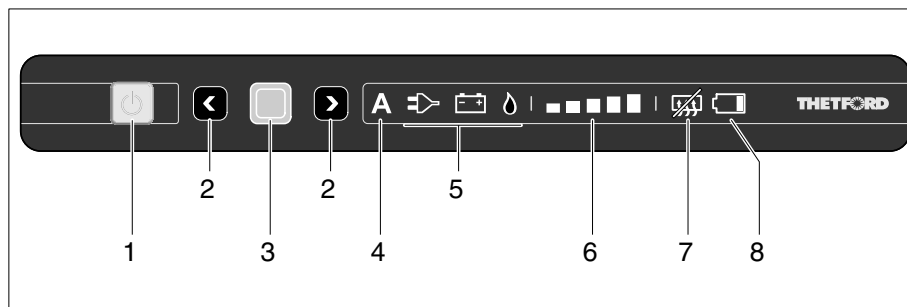

Bild 337 Reglage/knappar och indikeringsselement för kylskåpet (Thetford utan SES)
- Tryck på knappen (Bild 337,1). Knappen lyser grönt. Tryck på knappen igen för att visa de aktuella inställningarna.
- Tryck på knappen (Bild 337,1) och håll den inne. Alla lampor slocknar.
Om den automatiska driften väljs lyser indikeringen för automatisk drift (Bild 337,4) och den bästa tillgängliga källan (Bild 337,5) på manöverpanelen.
- Tryck på bekräftelseknappen (Bild 337,3) och håll den intryckt. Symbolerna för driftlägen (Bild 337,5) börjar blinka.
- Välj gasdrift med urvalsknapparna (Bild 337,2) och bekräfta valet med bekräftelseknappen (Bild 337,3).
- Välj 230 V-drift med urvalsknapparna (Bild 337,2) och bekräfta valet med bekräftelseknappen (Bild 337,3).
- Välj 12 V-drift med urvalsknapparna (Bild 337,2) och bekräfta valet med bekräftelseknappen (Bild 337,3).
- Tryck på bekräftelseknappen (Bild 337,3) igen. Kylnivåindikeringen (Bild 337,6) börjar blinka.
- Välj önskad kylnivå med urvalsknapparna (Bild 337,2) och bekräfta valet med bekräftelseknappen (Bild 337,3).